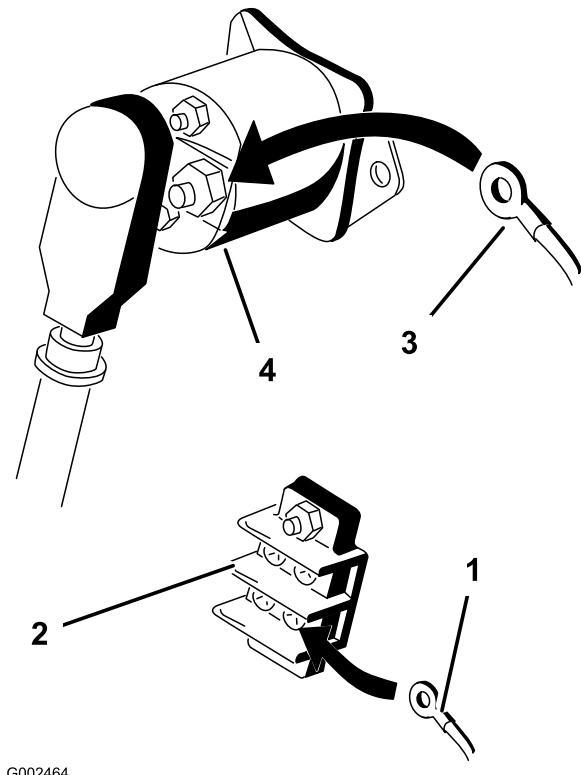

Figure 18
3. Connectez l'anneau de masse du fil noir au bornier de masse (Figure 18).